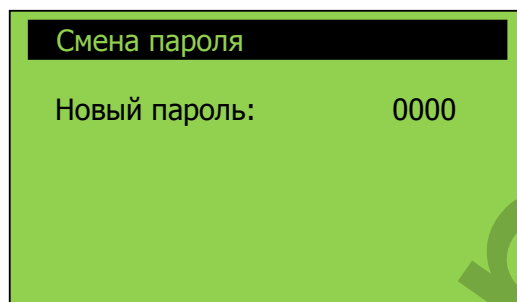

Рисунок 18 – Внешний вид окна «Смена пароля»
3.5.3.1 Для изменения пароля предприятия-изготовителя в меню «Калибровка» выбрать строку «Смена пароля» и подтвердить выбор в соответствии с **1.5.1**. При этом появляется окно «Смена пароля» (см. рисунок 18).